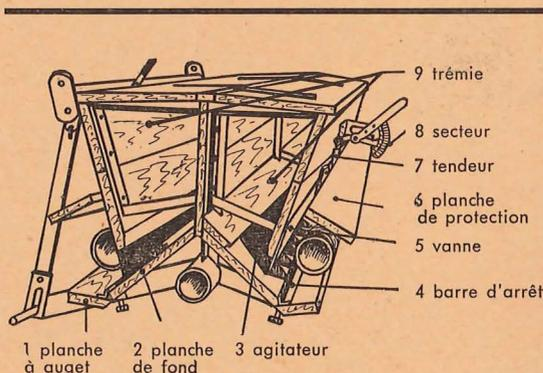

Fig. 4
- 2 – En montant l'agitateur il faut le mettre avec son côté supérieur sous la baguette de protection. (voir fig. 4).